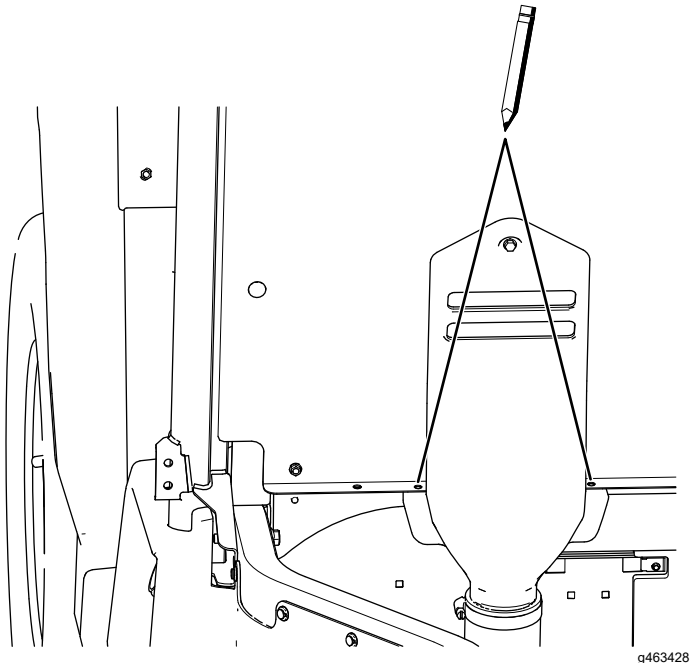

Figure 63
- C. Utilisez le capot comme gabarit et marquez l'emplacement des 2 trous (Figure 63).